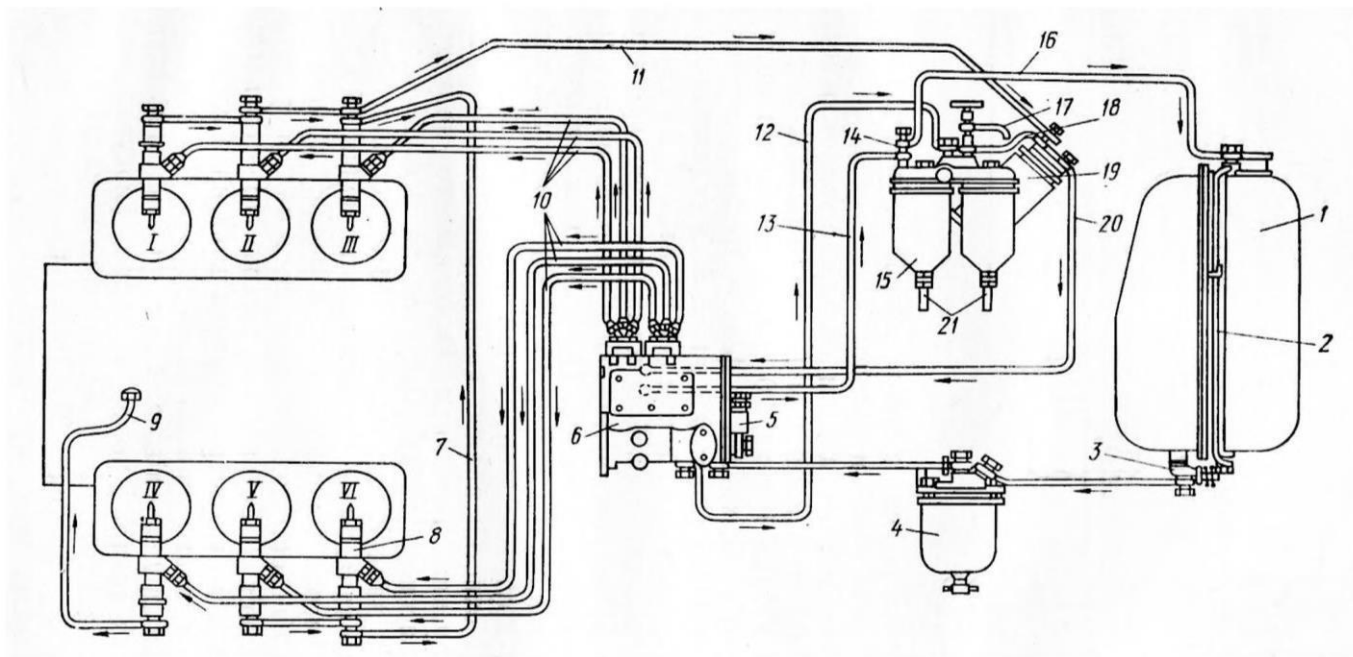

Рис.5. Система живлення дизельного двигуна
3. По рис.5 описати роботу системи живлення двигуна.